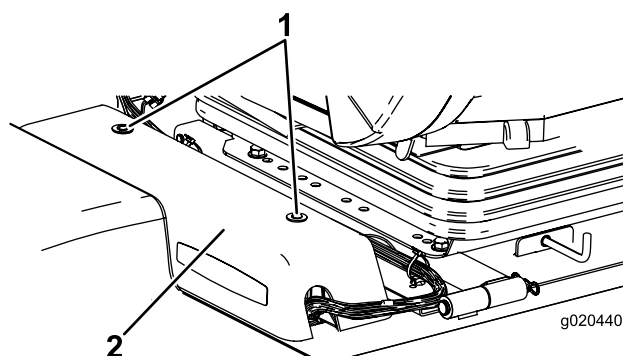

Figure 7
1. Retirez les (2) vis Allen qui fixent le couvercle du centre d'alimentation au châssis et déposez le couvercle (Figure 7).